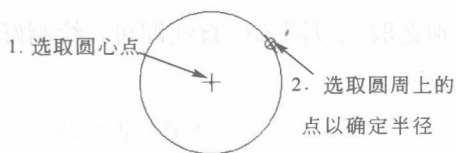

图 2-10 以圆心、半径方式绘制圆
(1) **以圆心、半径方式绘制圆** 点击按钮 , 先用鼠标左键选圆心, 再用鼠标左键选取圆周上的点以确定半径, 如图 2-10 所示。